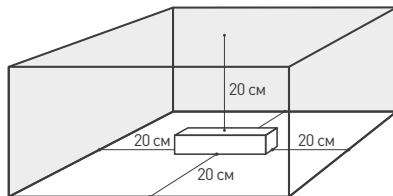

Рис. 1.
- 4.3. Для естественной вентиляции обеспечить свободное пространство вокруг источника питания не менее 20 см, как изображено на рис. 1. При невозможности обеспечить свободное пространство используйте принудительную вентиляцию. В случае установки в ограниченном пространстве (например, лайтбокс или профиль) предусмотрите обеспечение требуемого температурного режима источника питания. Не допускайте работу блока питания с температурой корпуса, равной 75 °С, т. к. это снижает гарантийный срок в 2 раза.